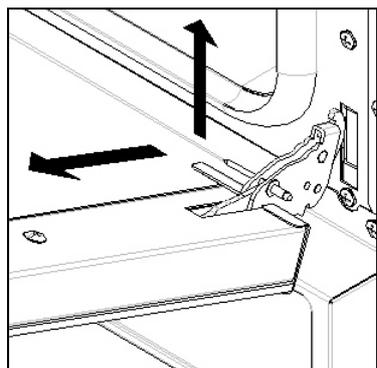

Рис. 5
- слегка приподнять дверку и снять ее (Рис.5);